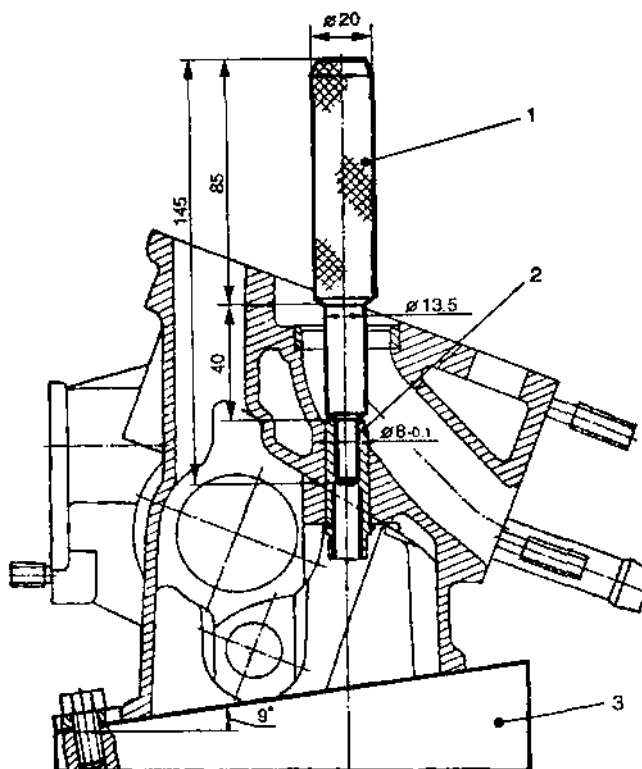

Рис. 2.15.1. Оправка для выпрессовки направляющей втулки клапана:
1. Выпрессуйте изношенную направляющую втулку клапана с помощью оправки и молотка или под прессом (рис. 2.15.1).